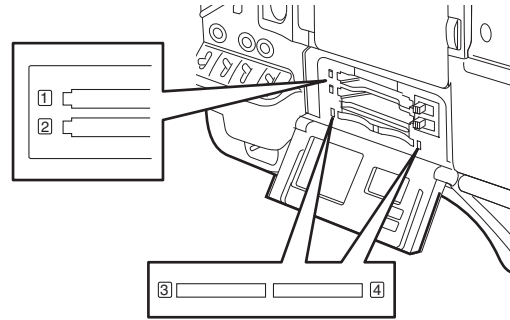

図 2
- 4 P2 カードをカードスロットに挿入し、スロットカバーを閉める。(図 2)